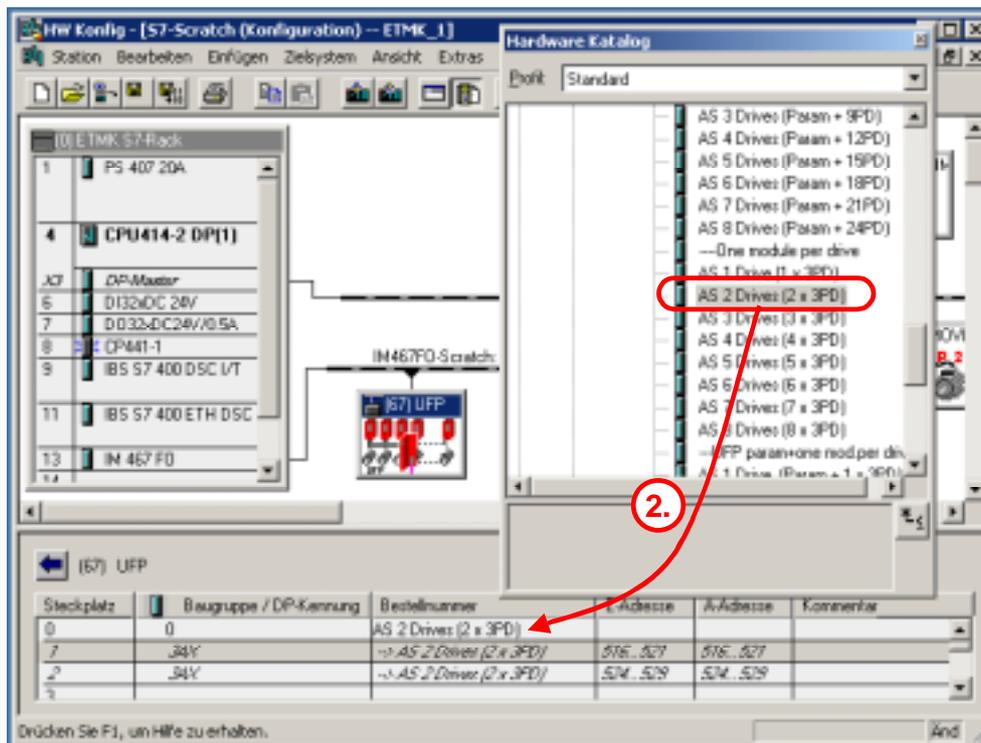

Bild 3: Projektierung der UFP als transparenter Teilnehmer
- Wählen Sie für dieses Beispiel das Modul „**AS 2 Drives (2 x 3PD)**“ und ziehen Sie es per Drag&Drop auf den Steckplatz 0 (Bild 3, Punkt 2).